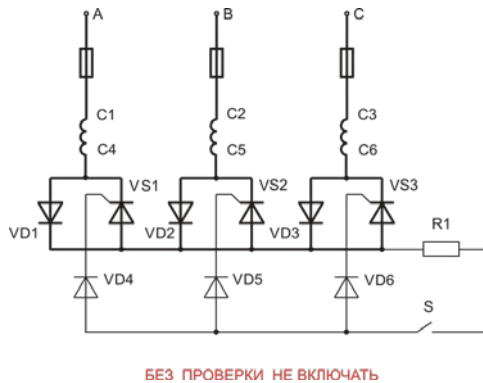

Рис. 4
4. Определить состав схемы (рис. 4), найти элементы схемы на щите. Собрать схему, проверить работу двигателя в процессе пуска. Продемонстрировать работу.